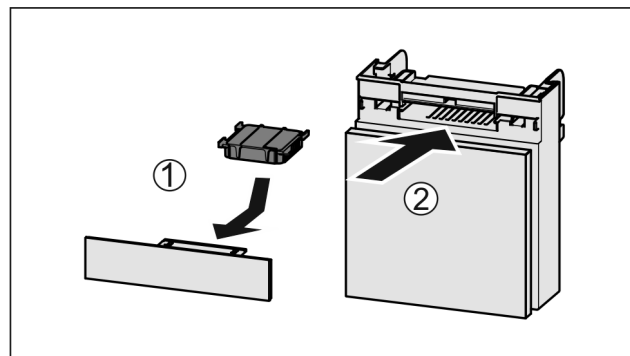

Fig. 34
- ▶ Insérer le filtre à charbon actif d'après le schéma Fig. 34 (1).
- ▶ Insérer le compartiment Fig. 34 (2).